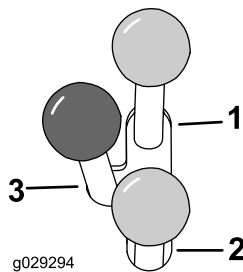

Figure 12
- Pour utiliser un accessoire hydraulique en marche avant, poussez le levier de commande hydraulique auxiliaire en avant (Figure 12).
- Pour utiliser un accessoire hydraulique en marche arrière, poussez le levier de commande hydraulique auxiliaire en arrière (Figure 12).
Remarque: Si vous relâchez le levier alors qu'il est en position MARCHE AVANT OU MARCHE ARRIÈRE, il revient automatiquement en position POINT MORT (Figure 12, repère 3).